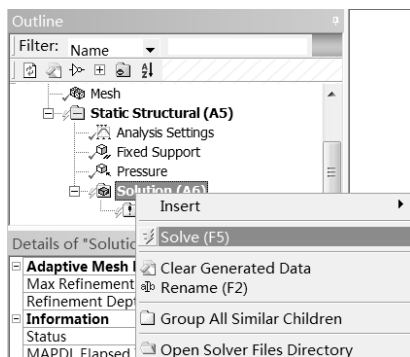

图 5-24 求解过程界面
Step6：在 Outline (分析树) 中的 Static Structural (A5) 选项上右击，在弹出的快捷菜单中选择 **Solve** 命令，如图 5-24 所示，此时会弹出进度显示条，表示正在求解。当求解完成后进度条自动消失。